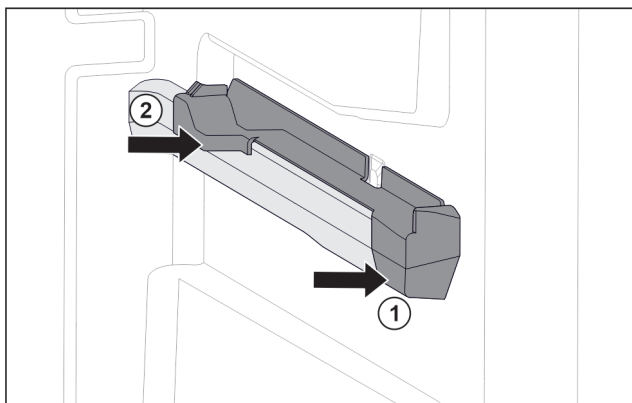

Fig. 154 Natični nastavek na desnemu nastavku za posodo
- Natični nastavek spredaj namestite na nastavek za posodo. Fig. 154 (1)
- Pritisnite natični nastavek zadaj. Fig. 154 (2)